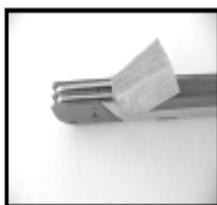

Abb. 4.3a
- Entfernen Sie den Schweißbalken und das Teflonband (Abb. 4.3a).